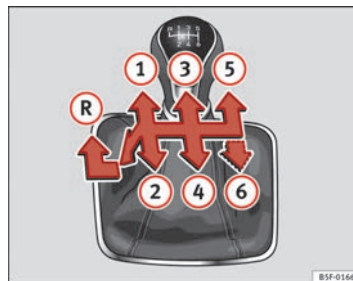

Fig. 93 Schéma d'une boîte mécanique 5 vitesses ou 6 vitesses. ►
Les positions de chacune des vitesses sont représentées sur le levier de vitesses ⇒ fig. 93.
- Déplacez le levier de vitesses complètement vers la gauche et ensuite vers l'avant pour le placer en position de marche arrière ⇒ fig. 93 Ⓜ.